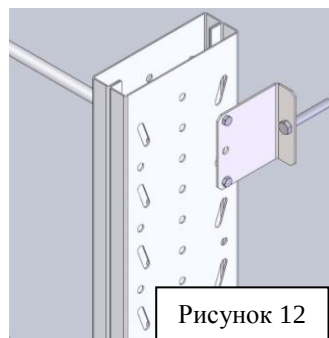

Рисунок 12
8. Односторонние стеллажи необходимо зафиксировать анкерными болтами к стене через переходной кронштейн (рисунок 12), заранее установленный на стойке (см. пункт 5).